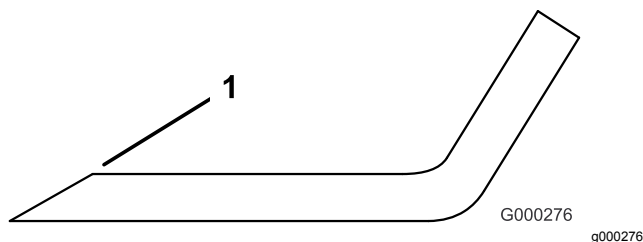

**Figura 130**
2. Verificate accuratamente i taglienti, con particolare attenzione ai punti d'incontro delle sezioni piatta e curva della lama (Figura 130).
**Nota:** Sabbia e materiali abrasivi possono consumare il metallo che connette le sezioni piatta e curva della lama, per cui si consiglia di controllare la lama prima di usare il tosaerba. Se notate dell'usura (Figura 130), sostituite la lama.